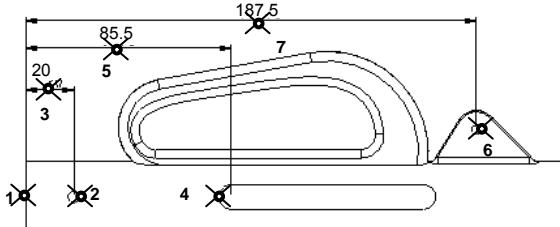

图 10.5.6 “公共参照”尺寸标注
下面以图 10.5.6 所示的零件模型 body 为例，说明在模型上创建草绘“公共参照”尺寸的一般操作过程。
Step2. 在 **ATTACH TYPE (依附类型)** 菜单中选择 **Midpoint (中点)** 命令，单击图 10.5.6 所示的 1 点处。
Step3. 在 **▼ ATTACH TYPE (依附类型)** 菜单中选择 **Center (中心)** 命令，单击图 10.5.6 所示的 2 点处（2 点在圆的弧线上）。
Step4. 用鼠标中键单击图 10.5.6 所示的 3 点处，确定尺寸文本的位置。
Step6. 在 **▼ ATTACH TYPE (依附类型)** 菜单中选择 **Center (中心)** 命令，单击图 10.5.6 所示的 4 点处（4 点在圆的弧线上）。
Step7. 用鼠标中键单击图 10.5.6 所示的 5 点处，确定尺寸文本的位置。
Step9. 在 **▼ ATTACH TYPE (依附类型)** 菜单中选择 **Center (中心)** 命令，单击图 10.5.6 所示的 6 点处（6 点在圆的弧线上）。
Step10. 用鼠标中键单击图 10.5.6 所示的 7 点处，确定尺寸文本的位置。